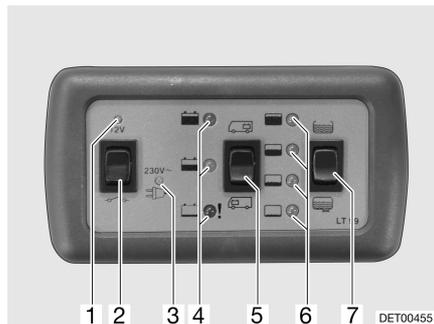

Fig. 55 Panneau de contrôle (LT 99)
L'interrupteur principal 12 V (Fig. 55,2) établit ou coupe l'alimentation 12 V de la cellule.
*Mise en marche :* ■ Commutateur à bascule (Fig. 55,2) vers le haut "12 V" : L'alimentation 12 V de la cellule est assurée. Le voyant de contrôle 12 V vert (Fig. 55,1) s'allume.
*Mise hors service :* ■ Commutateur à bascule (Fig. 55,2) vers le bas "  " : L'alimentation 12 V de la cellule est coupée. Le voyant de contrôle 12 V (Fig. 55,1) s'éteint.
Le commutateur à bascule pour l'affichage de l'état de charge des batteries (Fig. 55,5) permet aussi bien de consulter l'état de charge de la batterie de cellule que l'état de charge de la batterie de démarrage.
- Commutateur à bascule (Fig. 55,5) vers le haut "☐" : État de charge de la batterie de cellule.
- Commutateur à bascule (Fig. 55,5) vers le bas "☐" : état de charge de la batterie de démarrage.
Après avoir appuyé le commutateur à bascule, le voyant de contrôle rouge, jaune ou vert (Fig. 55,4) s'allume.
Le commutateur à bascule pour l'affichage du niveau de remplissage des réservoirs (Fig. 55,7) permet d'indiquer le niveau de remplissage du réservoir d'eau ainsi que celui du réservoir des eaux usées.
- Commutateur à bascule (Fig. 55,7) vers le haut  : Affichage du niveau de remplissage du réservoir.
- Commutateur à bascule (Fig. 55,7) vers le bas  : Affichage du niveau de remplissage du réservoir des eaux usées.
Un voyant de contrôle (Fig. 55,6) s'allume en appuyant sur le commutateur à bascule.
Le voyant de contrôle jaune 230 V (Fig. 55,3) s'allume si l'arrivée du bloc électrique est sous tension de réseau.